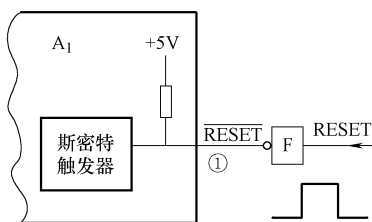

图 16-25 外部复位脉冲复位电路
如图 16-25 所示是外部复位脉冲复位电路。电路中的  $A_1$  是微控制器集成电路,①脚是复位引脚, F 是一个非门电路。当给非门输入一个高电平脉冲时,非门输出低电平,使  $A_1$  的复位引脚处于低电平状态。